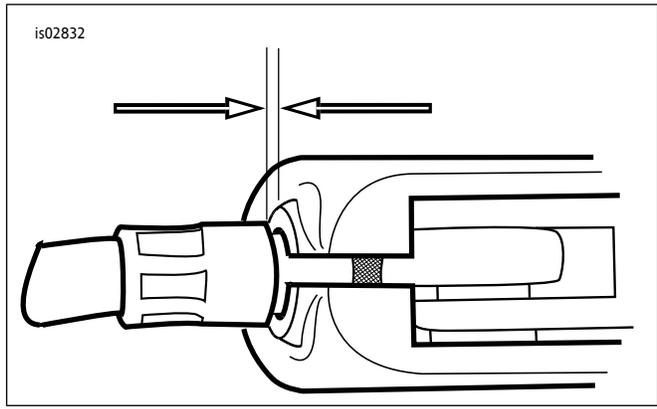

图2。1.6-3.2毫米(1/16-1/8英寸)离合器拉索自由间隙
- e. 参见图2。转动拉索调节器使其离开锁紧螺母，直至手杆处不再松弛。将离合器拉索套圈从离合器杆支架上拉开，检查自由间隙。根据需要转动拉索调节器，在拉索套圈顶端与离合器杆支架之间形成1.6-3.2毫米(0.0625-0.125英寸)的自由间隙。